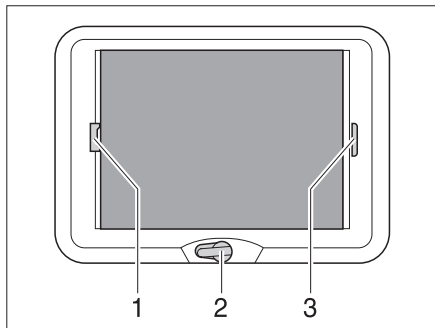

Bild 37 Kurbelhub-Dachhaube
- ▶ Die Handkurbel (Bild 37,2) drehen, bis Widerstand spürbar ist (max. Öffnungswinkel 70°).
- ▶ Die Faltverdunklung am Griff (Bild 37,3) ziehen und an der gewünschten Position loslassen. Die Faltverdunklung bleibt in dieser Position stehen.
- ▶ Den Insektenschutz am Griff (Bild 37,1) zum gegenüberliegenden Griff der Faltverdunklung (Bild 37,3) ziehen und einrasten lassen.
- ▶ Den Griff des Insektenschutzes (Bild 37,1) hinten nach oben drücken und den Insektenschutz an der Faltverdunklung (Bild 37,3) aushängen.